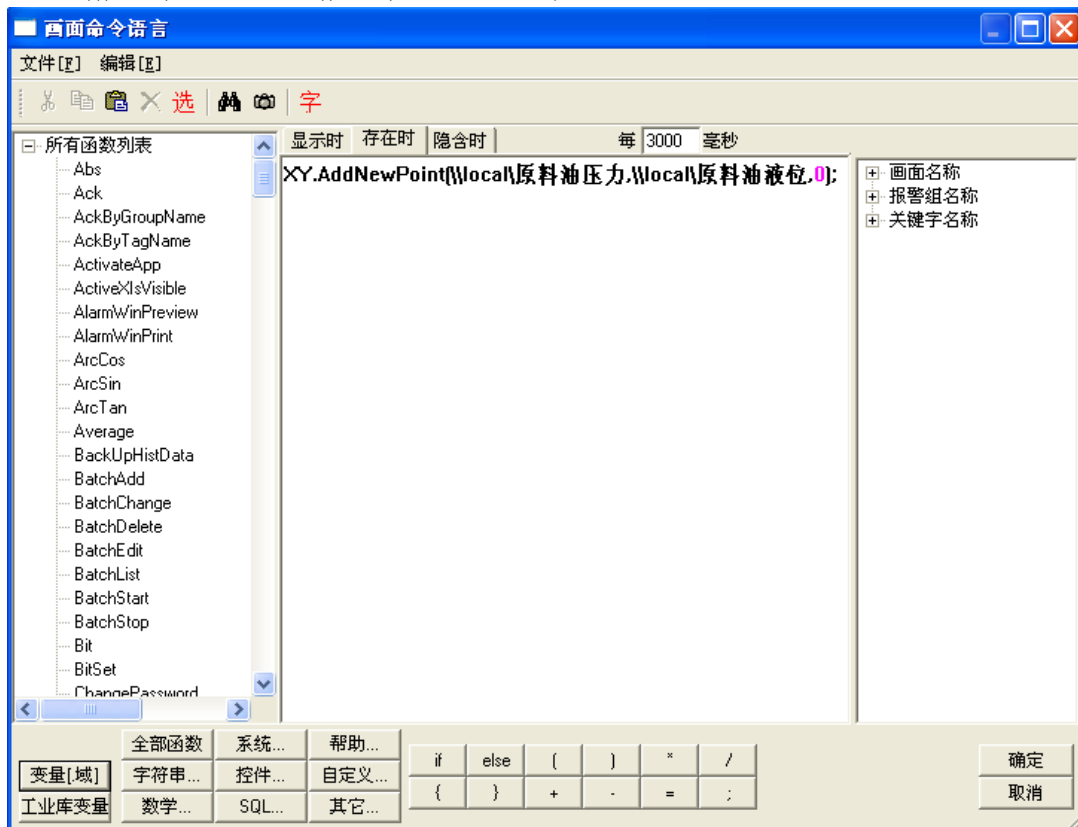

图 7-6 XY 控件方法
6、在画面上右键-画面属性，打开命令语言连接，在存在时写对应的控件函数，XY.AddNewPoint(\\local\原料油压力,\\local\原料油液位,0);如图 7-6 所示。